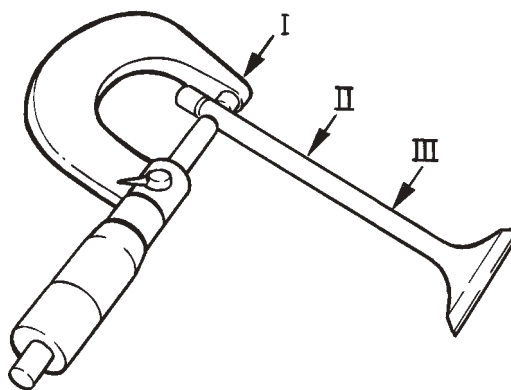

Fig. 18. Contrôle de l'usure de la queue de soupape
3. Vérifier l'usure des queues de soupape. Mesurer le diamètre avec un micromètre aux points I, II et III comme le montre la figure 18.